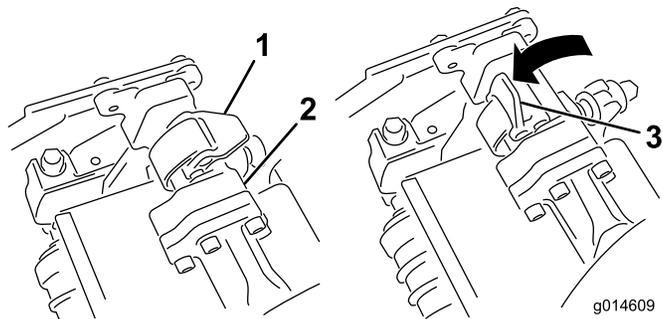
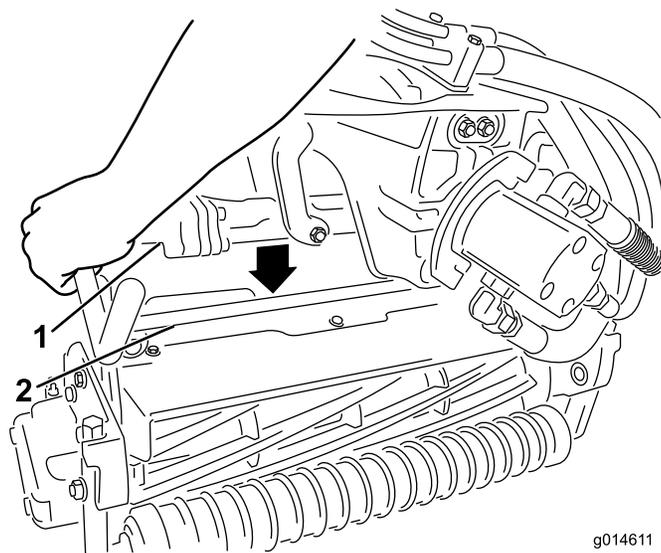

図 12
図 13
9. サスペンション・アームのバーについているラッチを上向き（開いた状態）にして（図 12）、サスペンション・アームを押し下げて、バーを、カッティングユニットのバーの上に被せるようにする（図 13）。
10. ラッチを下げて閉じるとカッティングユニットのバーがロックされてユニットがアームにセットされる（図 12）。